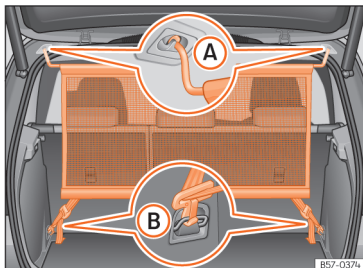

Abb. 172 Netztrennwand eingebaut.
- Netztrennwand in der linken Aufnahme am Dach >>> (Abb. 172) A einhängen. Darauf achten, dass die Querstange über die obere Position hinaus nach unten gezogen wird.
- Netztrennwand in der rechten Aufnahme am Dach durch Zusammendrücken der Querstange >>> (Abb. 172) A einhängen.
- Beide Haltehaken der Netztrennwand in die vorderen Verzurrösen im Gepäckraum >>> (Abb. 172) B einhängen und die Gurte fest spannen.